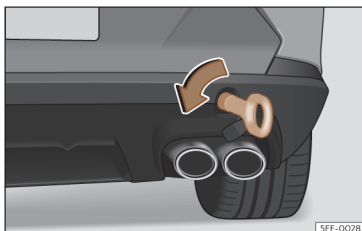

Fig. 212 No lado direito do para-choques traseiro: argola de reboque enroscada.
- Enrosque a argola de reboque no alojamento girando-a ao máximo **no sentido contrário ao dos ponteiros do relógio** >>> **Fig. 212**, >>> ①. Utilize um objeto adequado com o qual possa enroscar completa e firmemente a argola de reboque no seu alojamento.